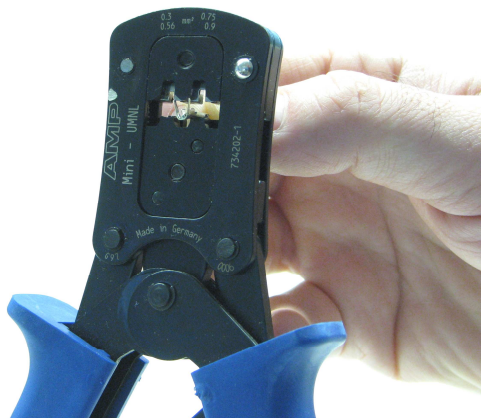

Abbildung 3
2. Der Kontakt wird nun von der Rückseite der Zange in den Crimbereich eingelegt. Dabei werden die Isolationsflanken des Kontaktes gegen den Kontakt-/Leistungsanschlag gedrückt (siehe Abbildung 3 und 4).